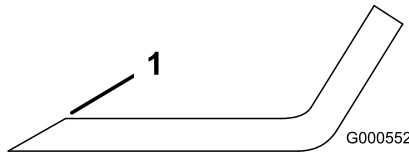

Figure 82
1. Au moyen d'une lime, aiguissez les tranchants aux deux extrémités de la lame (Figure 82).
Remarque: Si la lame est déséquilibrée, limez un peu l'extrémité de l'ailette seulement (Figure 82).